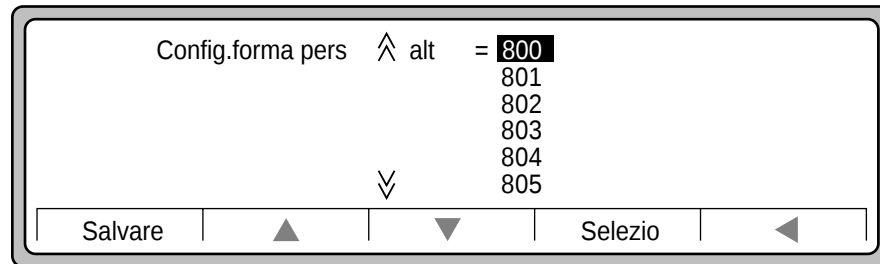

Figura 3-24 Opzione alt per il cassetto regolabile
18. Premere ▲ o ▼ fino a che non è evidenziato il numero desiderato (nell'esempio, il numero 800, come mostrato nella Figura 3-24).